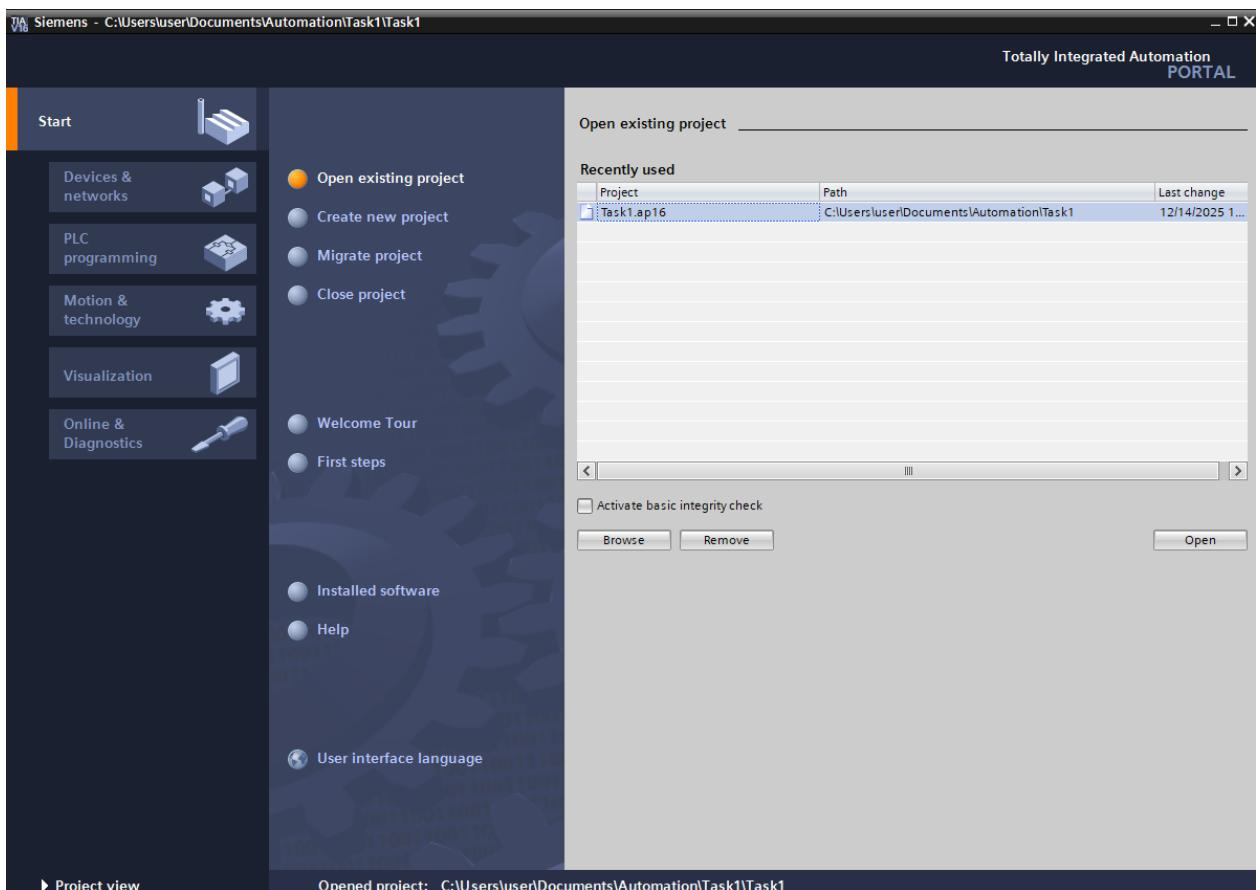

Рис. 1.1 – Открытие проекта в TIA Portal
2. Запустить среду TIA Portal v16, выбрать скачанный проект Task1 (рис. 1.1) и перейти в главное окно программы, нажав **Project view**.